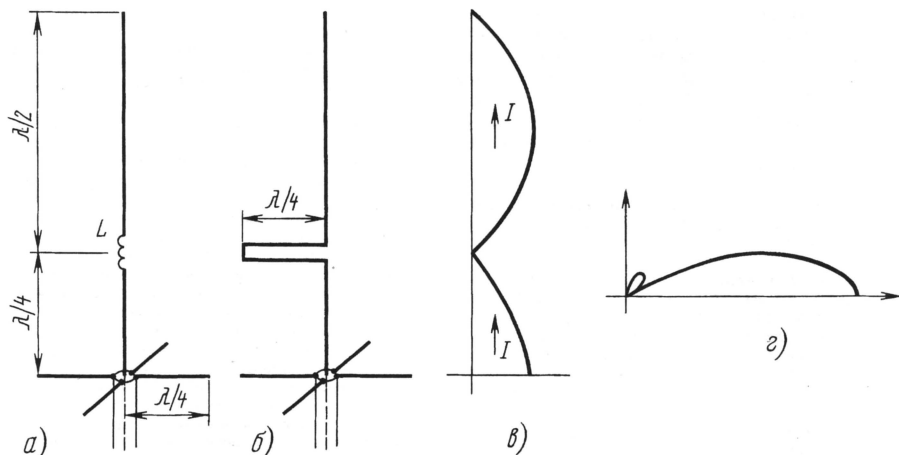
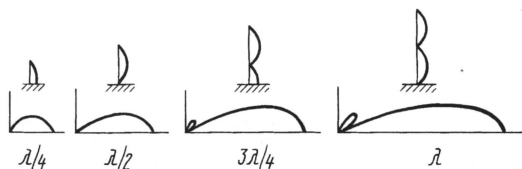

Рис. 2
Рис. 3
Реверсировав ток в нижней части антенны, целесообразно увеличить ее длину еще на  $\lambda/8$ , чтобы избавиться от согласующей катушки. В результате получится хорошо известная синфазная коллинеарная антенна, предложенная еще в 1911 г. инженером фирмы “Маркони” Франклином. Антенна Франклина представляет собой вертикальный провод, разбитый на отрезки по полволны, между которыми включены катушки (**рис. 2, а**) или четвертьволновые линии (**рис. 2, б**). В этих элементах и “спрятаны” обратные полуволны тока. Токи же в излучающих отрезках оказываются синфазными (**рис. 2, в**), что сужает диаграмму и значительно уменьшает побочный лепесток (**рис. 2, г**). Полоса пропускания такой антенны — несколько процентов. Динамика изменения диаграммы направленности при увеличении высоты антенны и числа “этажей” (по Франклину) иллюстрируется **рис. 3**, заимствованным из [2].
**А практический вывод, к которому пришел автор этих строк, следующий. Если вы решили изготовить вертикальную ненаправленную антенну и имеете при этом возможность сделать ее высотой больше  $\lambda/2$ , но меньше  $\lambda$ , то наибольший положительный эффект получите не с антенной "пять восьмых лямбда", а с антенной Франклина (см. рис. 2).**